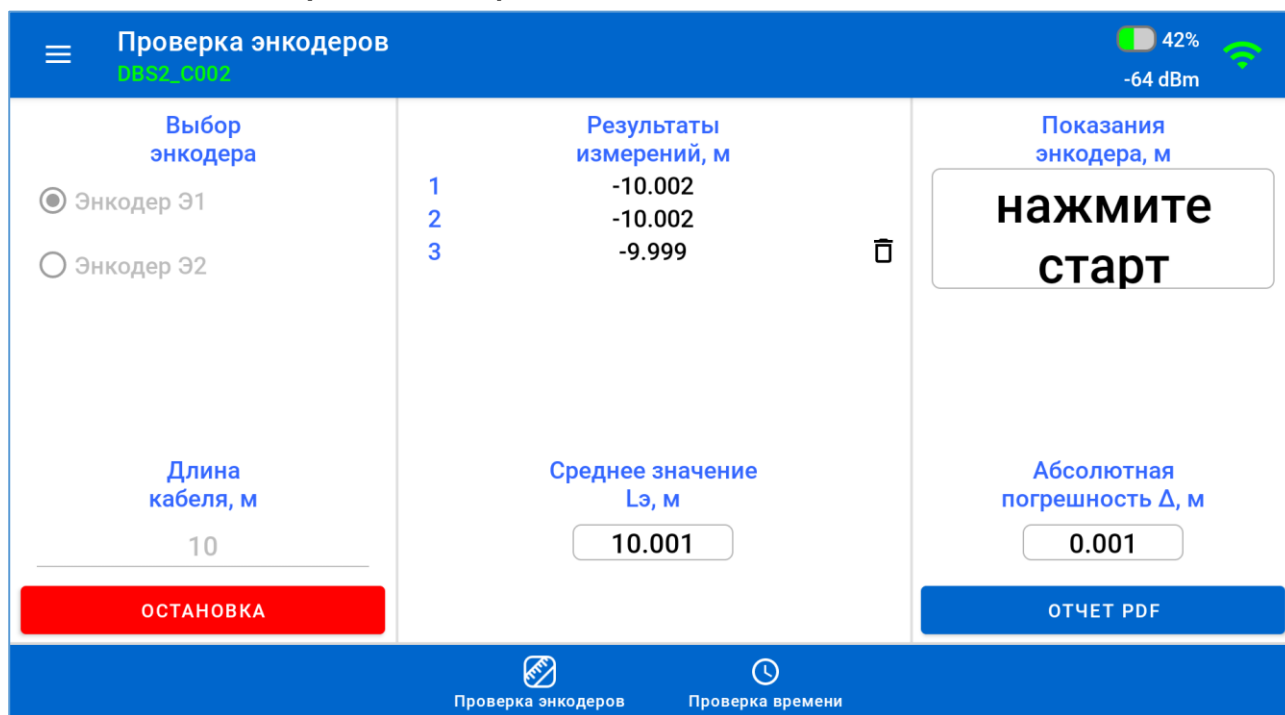
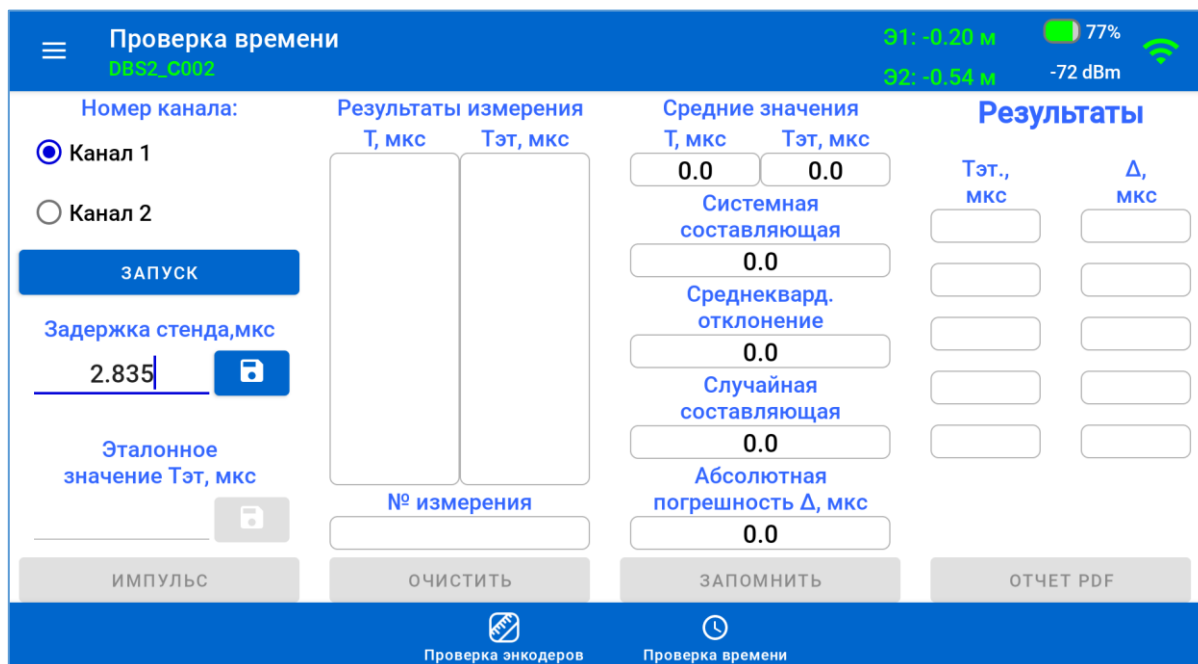

Рисунок 34 – Экран «Проверка энкодера»
Рисунок 35 – Экран проверки времени распространения УЗ импульсов
- проверка энкодеров (рис.34);
- проверка времени распространения УЗ импульса (рис.35).
Абсолютные погрешности энкодеров БЭ определяют путем сравнения показаний на индикаторе пульта управления БЭ с известным значением длины кабеля L_0 , определяемой с помощью ленты измерительной эталонной 3-го разряда по ГОСТ Р 8.763-2011. Для контрольных операций проверки БЭ используется специальный стенд для измерения длины перемещения кабеля. Перед запуском проверки энкодеров БЭ, известное значение длины кабеля L_0 (в метрах) вводится оператором в поле «Длина кабеля». После окончания контрольных операций БЭ необходимо нажать на клавишу «ОСТАНОВКА» на экране приложения (рис.34).
При нажатии на клавишу «ОТЧЕТ PDF» (рис.34, рис.35) приложение формирует протоколы измерений при проверках БЭ и ИБ в формате PDF по форме приложения А.
4.1) Зайти в меню «Проверка» и перейти в блок контроля времени распространения ультразвукового сигнала «Проверка времени» (рис.35) по нажатию соответствующей пиктограммы.